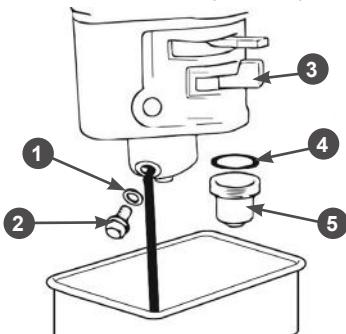

Рис. 29 Обслуживание карбюратора
1. Установите рычаг 3 топливного крана в положение «ЗАКРЫТО» (Рис. 29).
3. Открутите болт 1 сливного отверстия и слейте топливо из поплавковой камеры карбюратора (Рис. 29).
4. Открутите стакан отстойника 5, вылейте из него топливо в заранее подготовленную емкость (Рис. 29).
- Слейте топливо из топливного бака и карбюратора (Рис. 29).